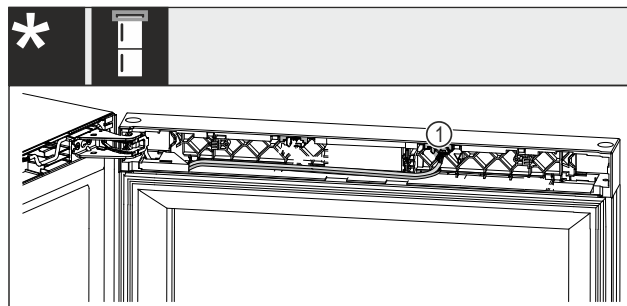

Fig. 25 Kombinált borhűtő-fagyasztókészülékek*
- ▶ Húzza ki a dugót Fig. 25 (1) a házából.*